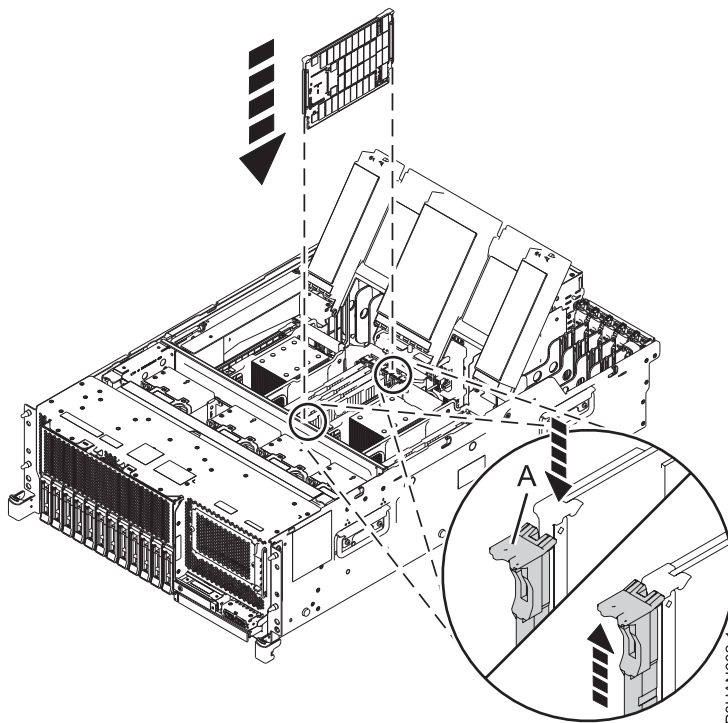

Figure 8. Installation ou remplacement d'un module de mémoire dans le système 8247-42L, 8286-41A ou 8286-42A
5. Appuyez fermement sur le module de mémoire pour l'insérer dans l'emplacement jusqu'à ce que la languette de verrouillage (A) s'emboîte dans son emplacement. Voir figure 8, à la page 14.